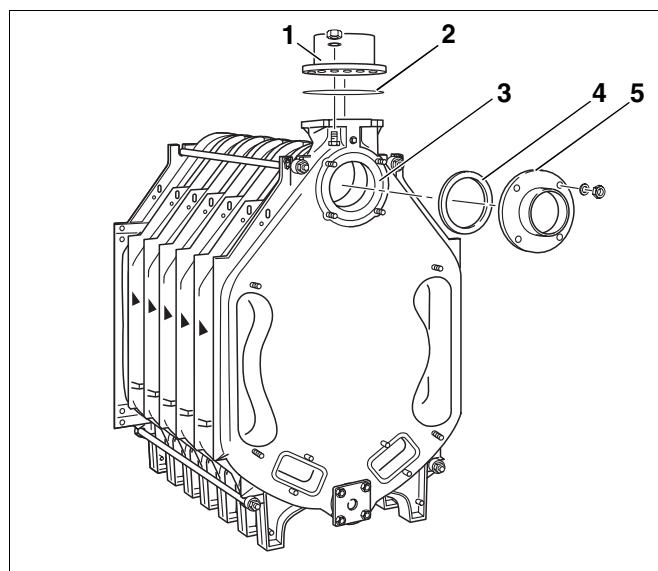

Abb. 28 Anschlussflansche montieren
Auf die obere Kesselnabe (Abb. 28, **Pos. 3** – Rücklaufanschluss) wird bei dem späteren Anschluss des Rücklaufs der Vorschweißflansch (mit angeschweißter Verrohrung) montiert.
Dargestellt sind Vorschweißflansch und Flachdichtung (Abb. 28, **Pos. 4** und **5**).
- Der Vorlaufanschlussflansch (Abb. 28, **Pos. 1**) mit Flachdichtung (Abb. 28, **Pos. 2**) wird für den späteren Anschluss des Vorlaufs benötigt.